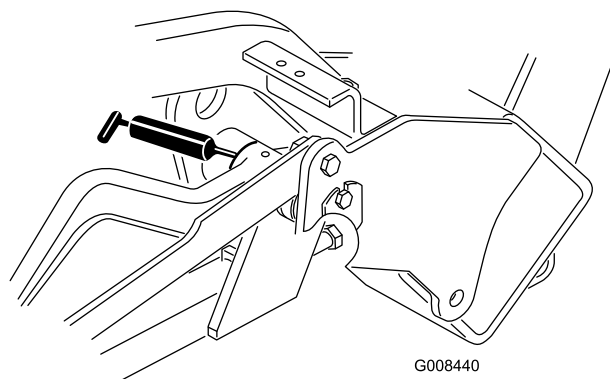

Figure 42
- Bras de relevage (3) (Figure 42).